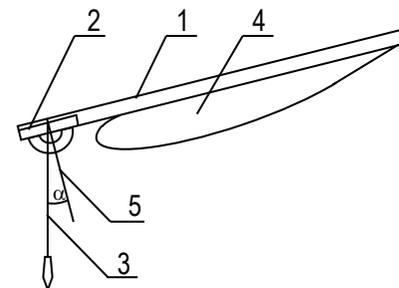

Рисунок 3
- выставить углы атаки лопастей при помощи угломера или приспособления, указанного на рис. 3. Для этого совместить рейку (1) с прикрепленными к ней транспортиром (2) и отвесом (3), с хордой профиля на *внешней кромке* лопасти (4), далее повернуть лопасть относительно ступицы до совпадения угла между отметкой 90° на транспортире (5) и отвесом (3) с выбранным значением угла атаки;
- после установки угла атаки затянуть болты (5), усилие затяжки 8кг·м.